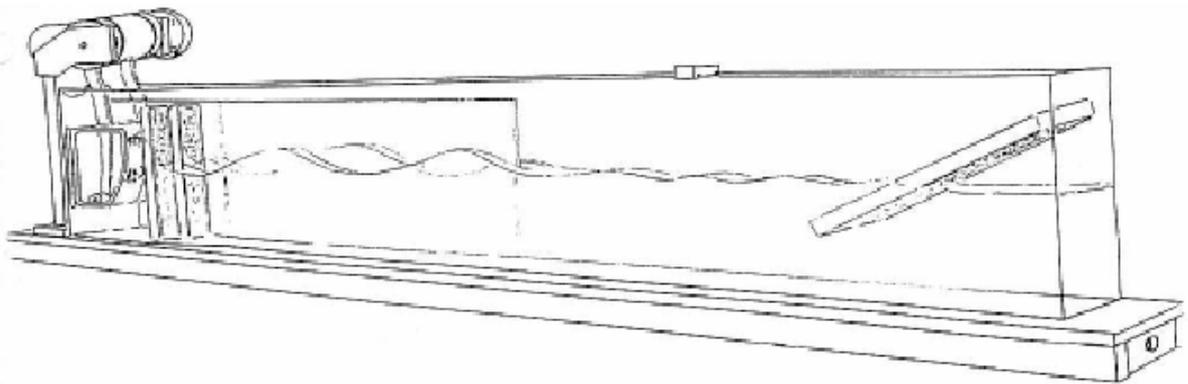

Fig. 1 Montage du canal de vagues
- Remplissez de l'eau dans le canal jusqu'au repère, après avoir ajouté un peu de fluorescéine (fig. 1).
À hauteur de la plaque de séparation, on observe nettement la position déphasée des deux ondes partielles. Dans la partie en I du canal qui n'est pas séparée par la plaque, les deux ondes partielles se rencontrent et s'annulent (fig. 1).